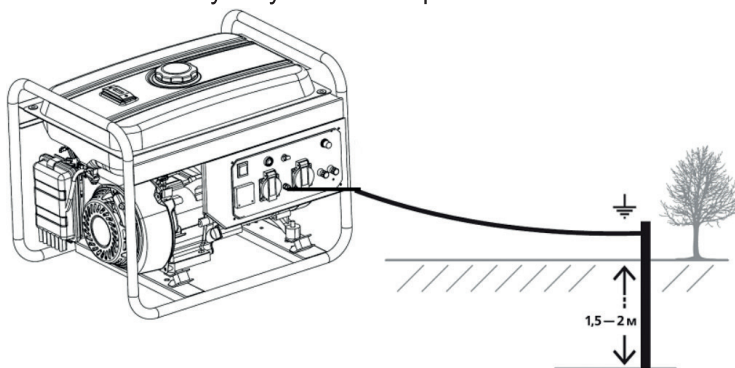

Рис. 12
Перед пуском электростанции заземлите ее для предотвращения поражения электрическим током. Для этого, с помощью электрокабеля сечением не менее 4 мм2, соедините клемму заземления (рис. 12) на раме электростанции с внешним источником заземления.
2. При пуске холодного двигателя рычаг привода воздушной заслонки переведите в положение «Закрото» (рис. 12)